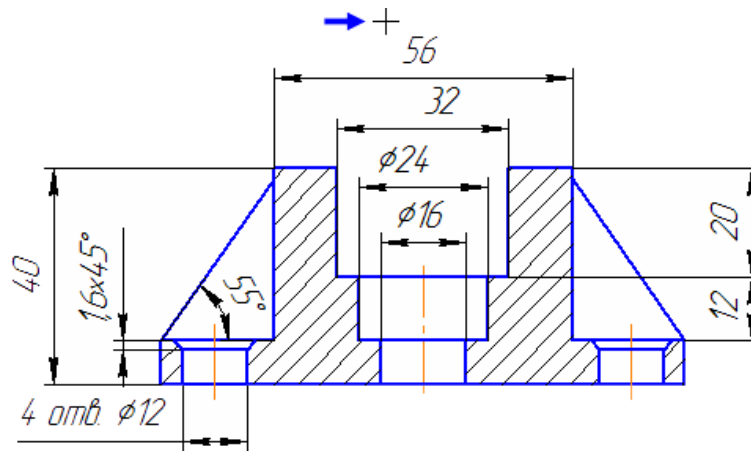

Рисунок 61.
- Укажите точку привязки текста. В указанной точке появится рамка текстовой надписи и текстовый курсор (рис. 61).